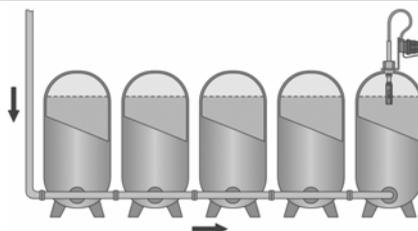

Figure 2 : Vu dans le sens du remplissage, installer le limiteur de remplissage sur le dernier réservoir.
- **Observer le lieu d'installation du limiteur de remplissage selon la figure 2 et la figure 3 !**